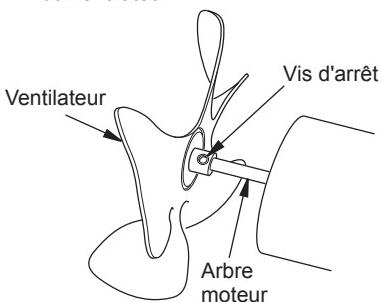

Figure 9 - Identification du ventilateur, de l'arbre du moteur et de la vis d'arrêt
11. Utilisez une clé hexagonale de 1/8 po pour desserrer la vis d'arrêt qui maintient le ventilateur à l'arbre du moteur (voir figure 9).